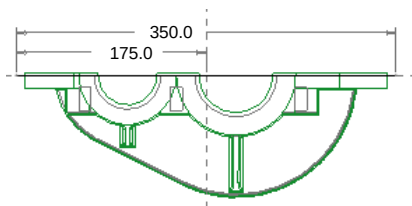
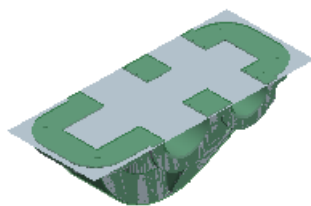

图 10.2.18 截面草图
图 10.2.19 创建铣削曲面
(2) 绘制截面草图。进入截面草绘环境后，绘制的截面草图如图 10.2.18 所示。完成特征截面的绘制后，单击工具栏中的“确定”按钮.
(3) 在“拉伸”操控板中选取拉伸类型为，输入数值 150.0，单击按钮，完成曲面的创建。
(4) 在“铣削曲面”操控板中单击按钮，完成特征的创建，所创建的铣削曲面如图 10.2.19 所示。